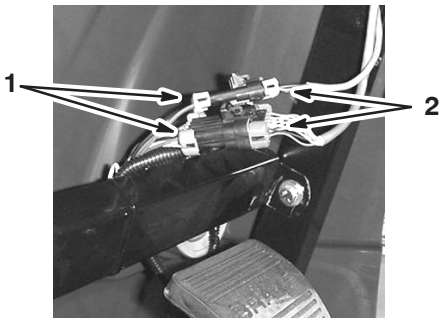

Bild 5
6. Schließen Sie die Spray Pro-Kabelstecker an die Kabelverbindungen unter dem Armaturenbrett an (Bild 5).